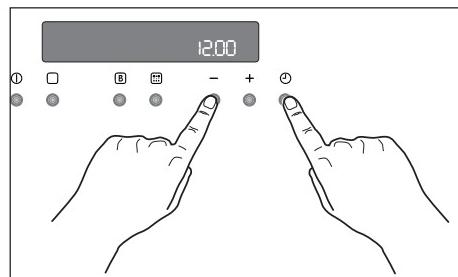

Abb. 15
2. Drücken Sie die Tasten  und  gleichzeitig. Ein kurzer Signalton ertönt und auf dem Display wird 12:00 eingeblendet (Abb. 15).